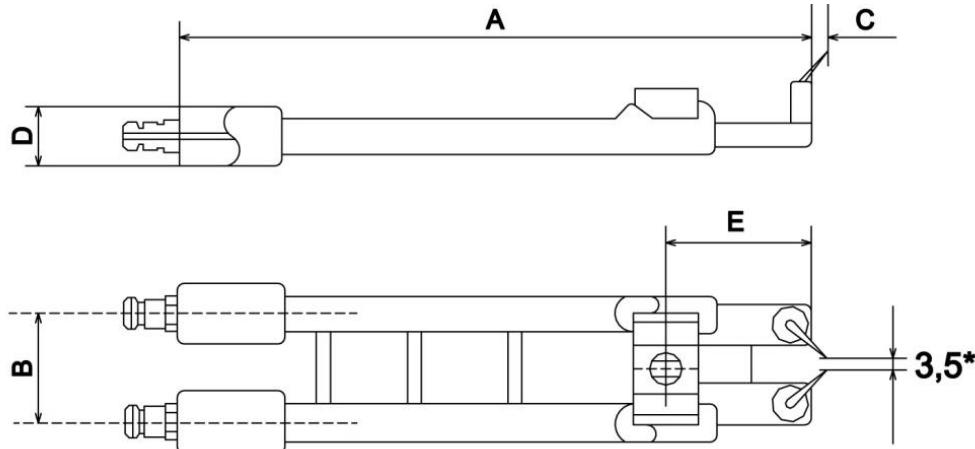

Рис. 26
- Проверить расстояние между электродами, если розжиг не стабильный. (Рис. 26)